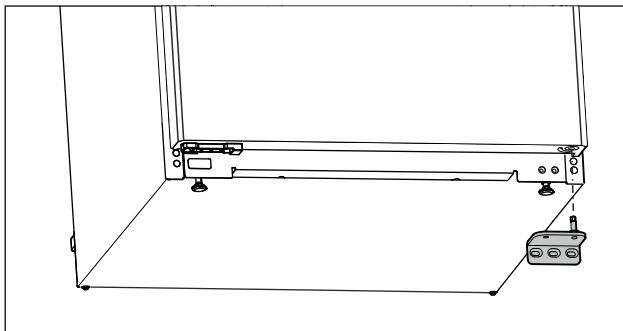

Fig. 7
- ▶ Tag hængslet af nedefter. (se Fig. 7)